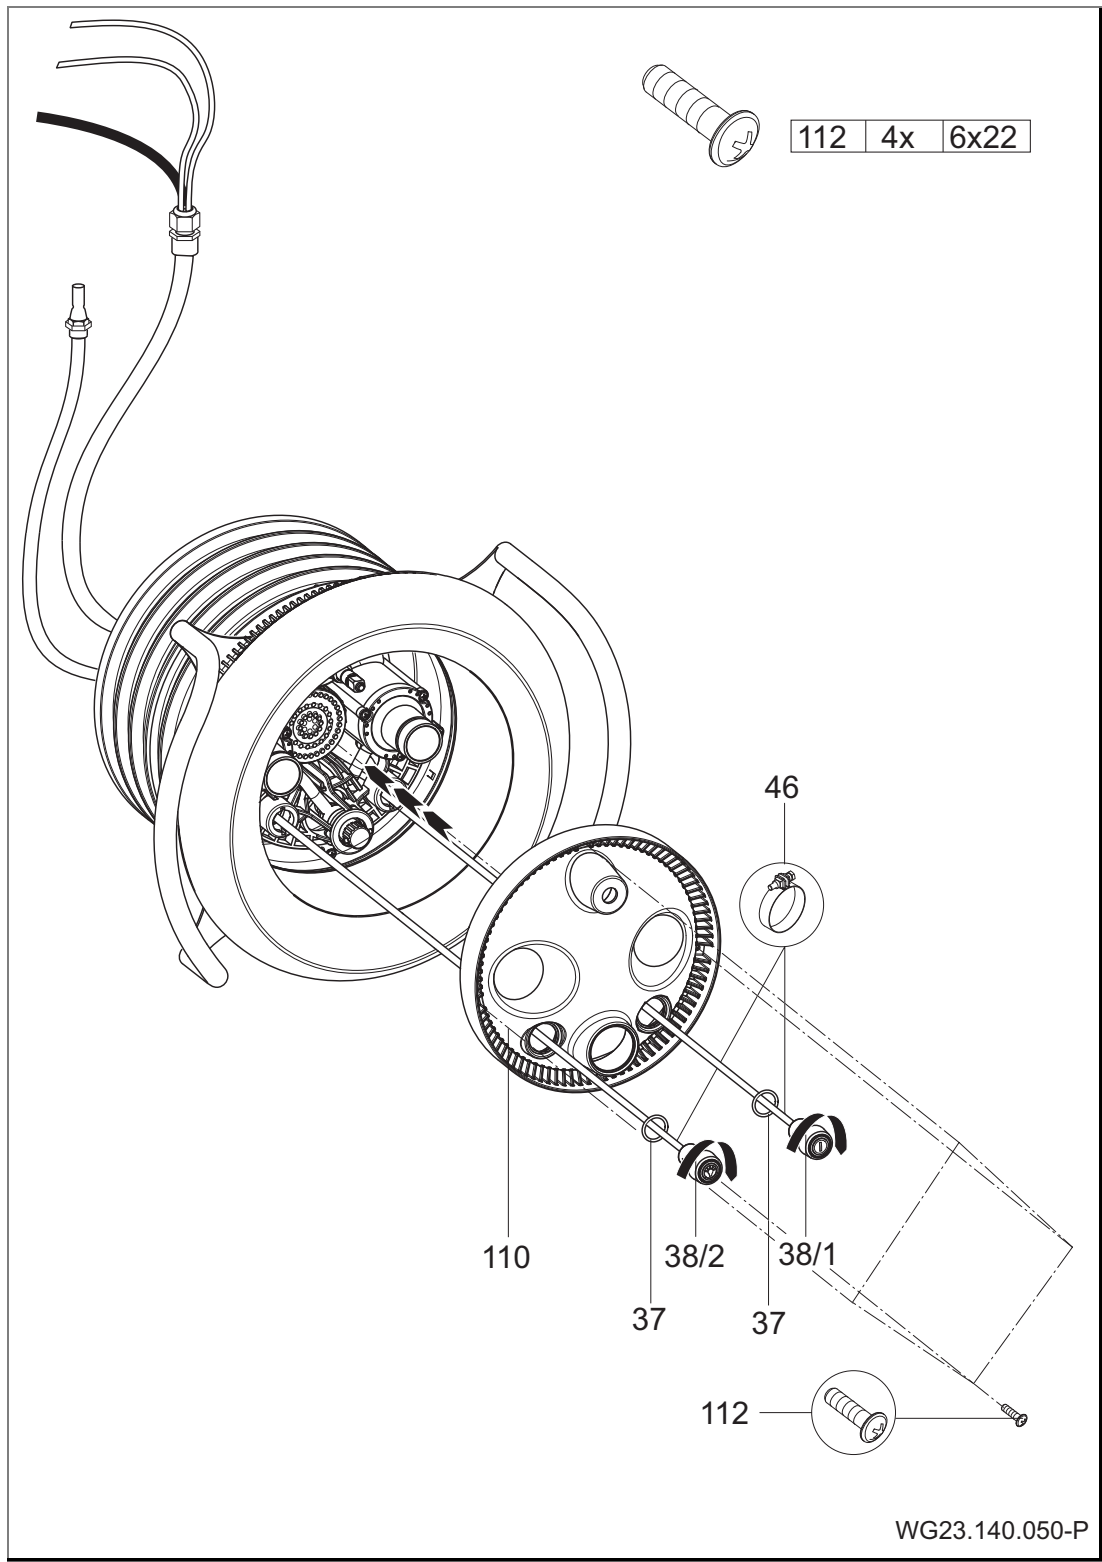

Рис. 18
10. Провести пневматические шланги через нижние/наружные отверстия крышки защиты света (110) (ВКЛЮЧЕНИЕ/ ВЫКЛЮЧЕНИЕ света слева; ВКЛЮЧЕНИЕ/ВЫКЛЮЧЕНИЕ насоса справа). Расположить крышку защиты света (110) по центру на корпусе сопел (102.1) и прикрепить с помощью четырех самонарезающих винтов (112). (Рис. 18)
11. Надеть по одному кольцу круглого сечения (37) на пневматические кнопки (38/1; 38/2). С помощью шланговых зажимов (46) прикрепить пневматические шланги к соответствующим кнопкам. Обе пневматические кнопки через крышку защиты света (110) вставить в корпус сопел и зафиксировать, повернув по часовой стрелке. (Рис. 18)